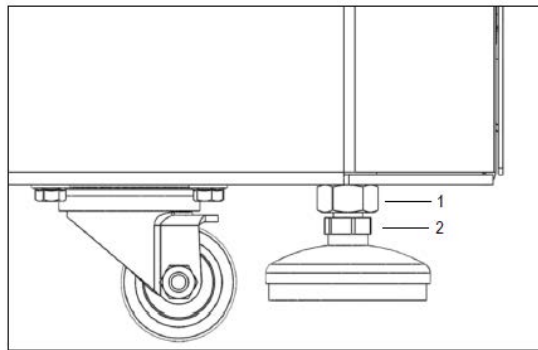

Figura 10
- Spostare la centrifuga nel luogo destinato. Svitare la ghiera di bloccaggio (1) con una chiave a cricchetto aperta AF M16 (vedere Figura 10). Abbassare i piedini dell'apparecchio (2) con una chiave a cricchetto aperta AF M13 fino a farli aderire saldamente alla superficie del pavimento. Ora la centrifuga deve essere livellata orizzontalmente, utilizzando i quattro piedini dell'apparecchio. Per questo, montare il relativo rotore sull'albero motore e posizionare un livella su di esso. Dopo aver livellato i piedini dell'apparecchio, serrare la ghiera di bloccaggio. I rulli non dovrebbero più toccare il pavimento (solo per i modelli FC5917RF, FC5917RF Short).